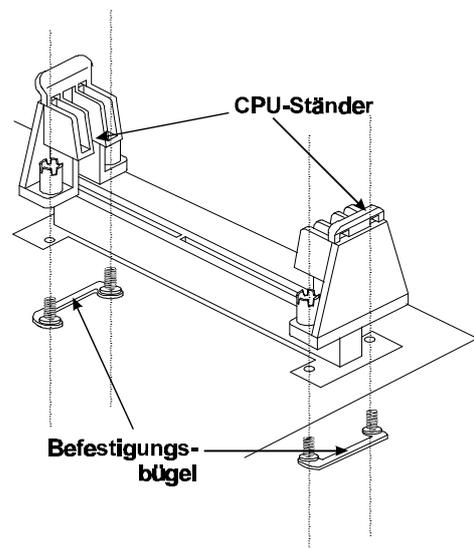

Bild 2-24
3. Die Schraubmuttern werden mittels Schraubendreher mit den Gewindestiften der Befestigungsbügel verschraubt; somit werden die CPU-Ständer fest auf dem Mainboard fixiert. (siehe Bild 2-24)